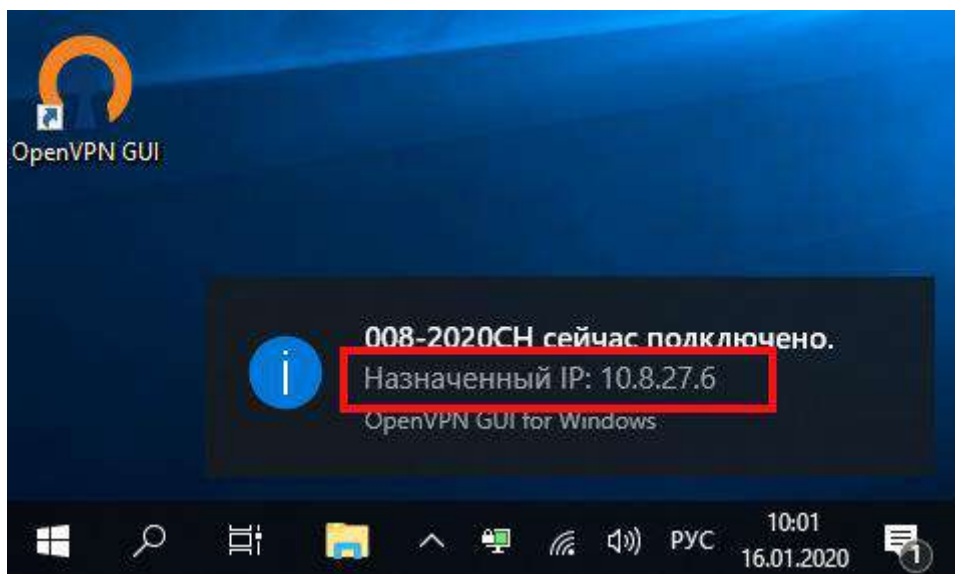
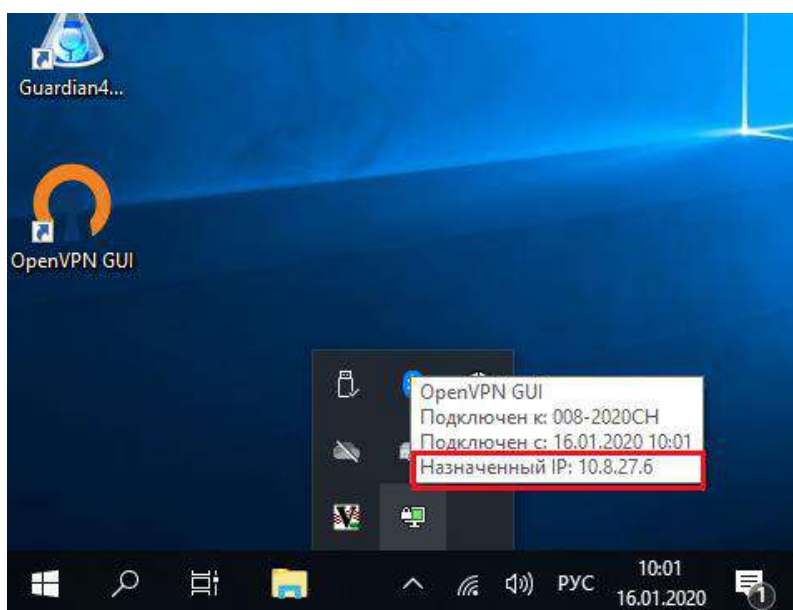

Рис. 2.5 Получение назначенного IP-адреса в сообщении об успешном подключении.
Рис. 2.6 Получение назначенного IP-адреса при наведении курсора мыши на ярлык программы OPEN VPN на панели задач.
4. Дождаться сообщения об успешном подключении прибора к сети и получить назначенный IP-адрес, который отображается в сообщении об успешном подключении (Рис. 2.5) или при наведении курсора мыши на ярлык OPEN VPN на панели задач (Рис. 2.6).